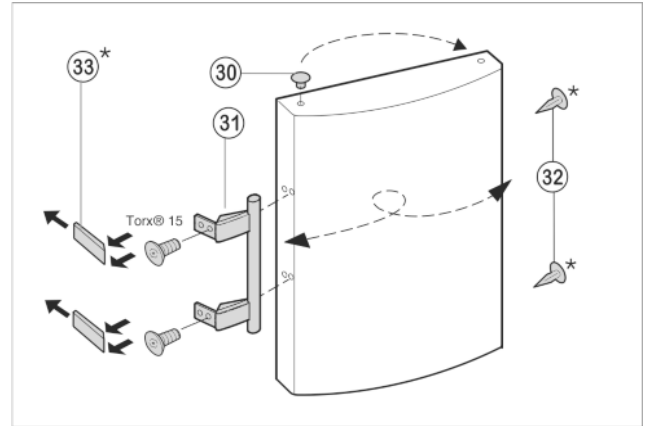

Fig. 7
- ▶ Tapayı Fig. 7 (30) kapı yatağı kovanından kaldırın ve değiştirin.
- ▶ Kapı kolunu Fig. 7 (31), tapaları Fig. 7 (32) ve baskı plakalarını Fig. 7 (33) sökün ve karşı tarafa ayarlayın.